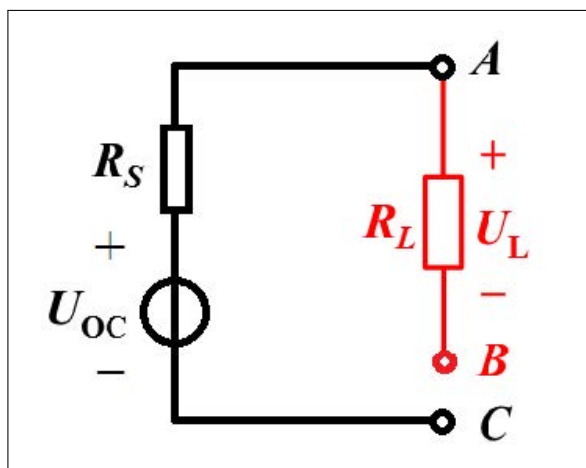

图 1: 函数信号发生器等效图
函数信号发生器从输出端往里看可以等效为一个电压源 U_{oc} 与内阻 R_s 串联组成的电源，如图 1 所示。则通过外加一个负载 R_L 并测量其上的电压 U_L ，可以通过式 (1) 计算出其内阻。